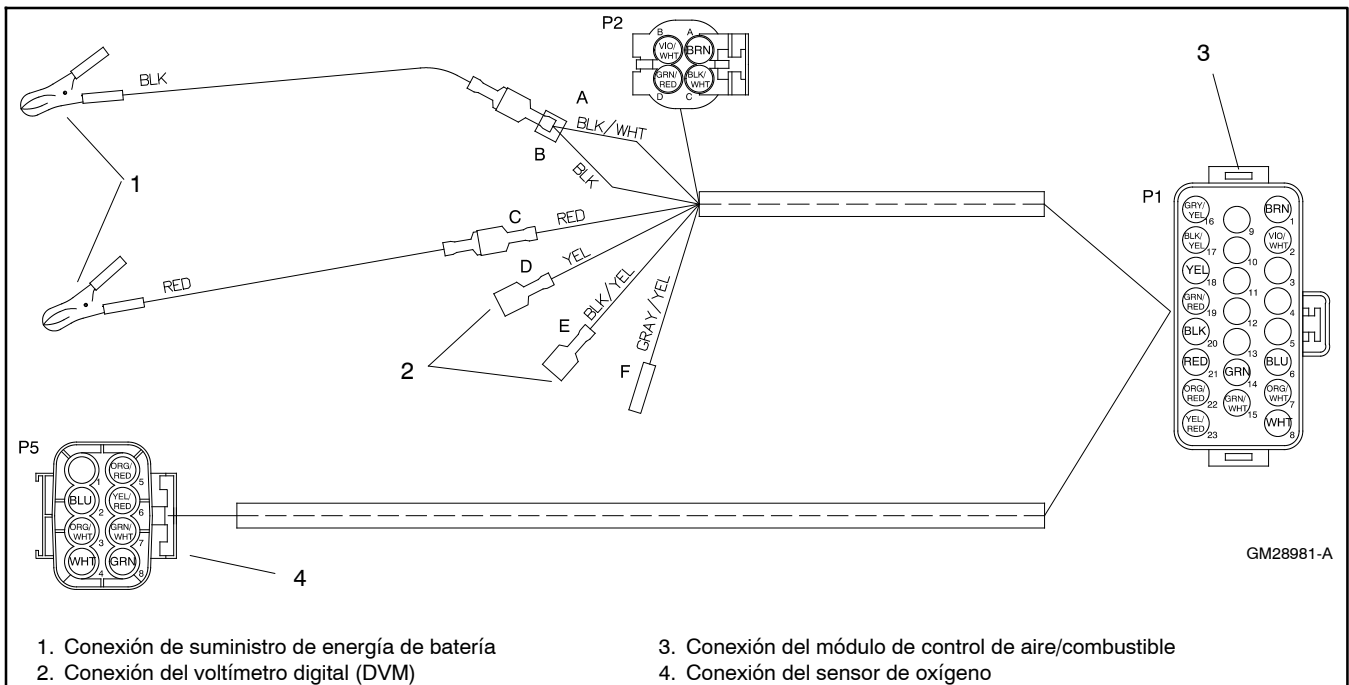

Figura 9-47 Conexiones eléctricas del arnés GM28981 de la interfaz del sensor
- c. Conectar el sensor de oxígeno (GM28980) del arnés de la interfaz (GM28981). Consulte la Figura 9-47.